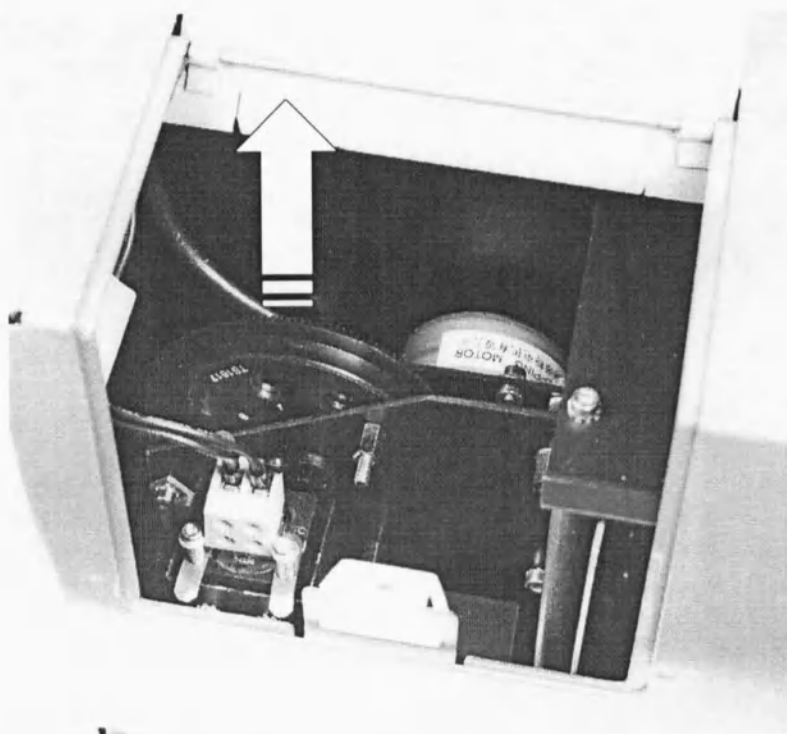

Рисунок 6-17. Извлечение колеса с фильтрами
3. Извлеките колесо с фильтрами из соответствующего слота (Рисунок 3-12 и Рисунок 6-17). Избегайте контакта с поверхностями фильтра.